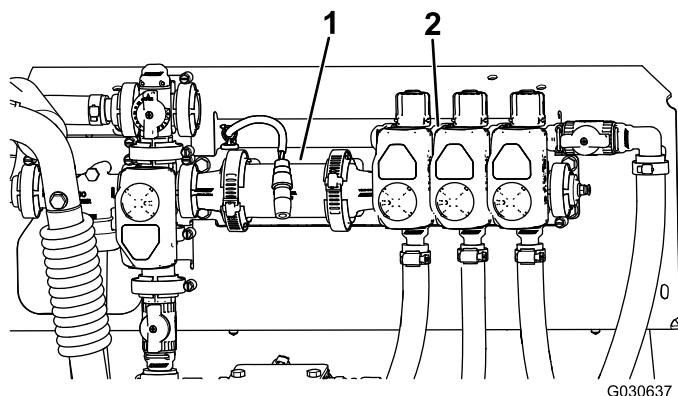

图7
- 小心将喷洒臂阀门总成移入与流量计本体齐平的位置（图7）。